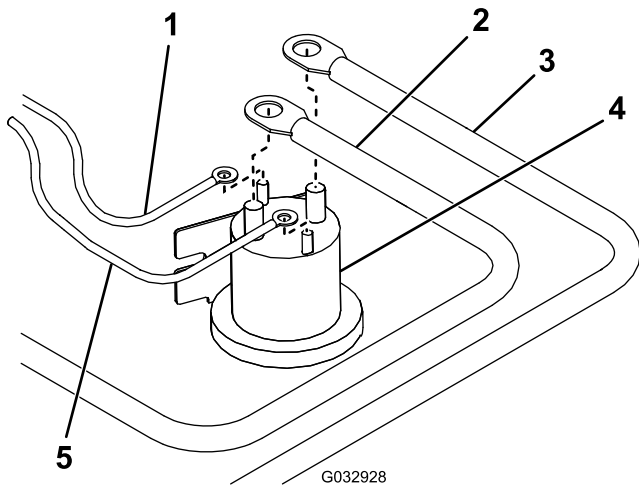

Figure 15
9. Branchez le fil blanc/noir du faisceau de câblage à la petite borne sur le solénoïde de la pompe (Figure 15).
10. Branchez le fil marron doté d'un petit connecteur à œillet à l'autre petite borne sur le solénoïde de pompe (Figure 15).
11. Reliez le câble d'alimentation/de masse rouge à la grande borne sur le solénoïde de pompe (Figure 15).
12. Reliez le câble de batterie à l'autre grande borne sur le solénoïde de pompe (Figure 15).